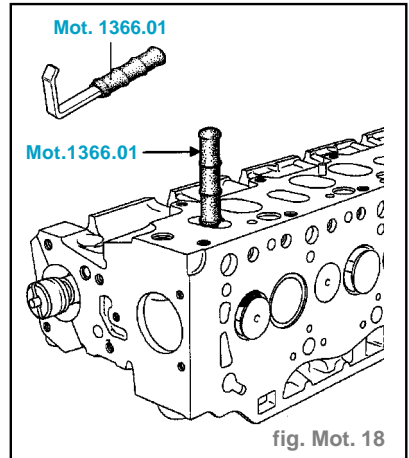

fig. Mot. 18
- Introduire le **Mot. 1366-01** dans le conduit concerné. (fig. Mot. 18)